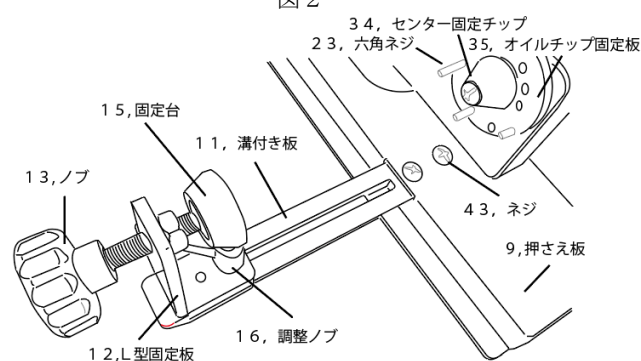

図3
- ③ 11, 溝付き板に取り付けられている43, ネジ2本を取り外してください。図3を参考に9, 押さえ板の穴に11, 溝付き板を挿入し、43, ネジ2本で確実に固定してください。
- ③ 図3を参考に16, 調整ノブを反時計回転方向に半周程度回転させて緩め、12, L型固定板をスライドさせ、15, 固定台と34, センター固定チップでオイルフィルターを挟み込むようにセットし、16, 調整ノブを時計回転方向に回転させてオイルフィルターを仮固定してください(オイルフィルターが16, 調整ノブに干渉する際は、16, 調整ノブ中央の赤ボタンを押し、持ち上げながら回すと16, 調整ノブの角度を変更することが出来ます。干渉しない位置へ角度を変更してください)。その後、13, ノブを時計回転方向に回してオイルフィルターが動かないよう確実に固定してください。この時、41, ハンドルノブを持ち、40, ハンドルを時計回転方向に回して、オイルフィルターが偏芯回転していない事を確認してください。偏芯回転したまま使用すると28, カッターが破損する原因になります。